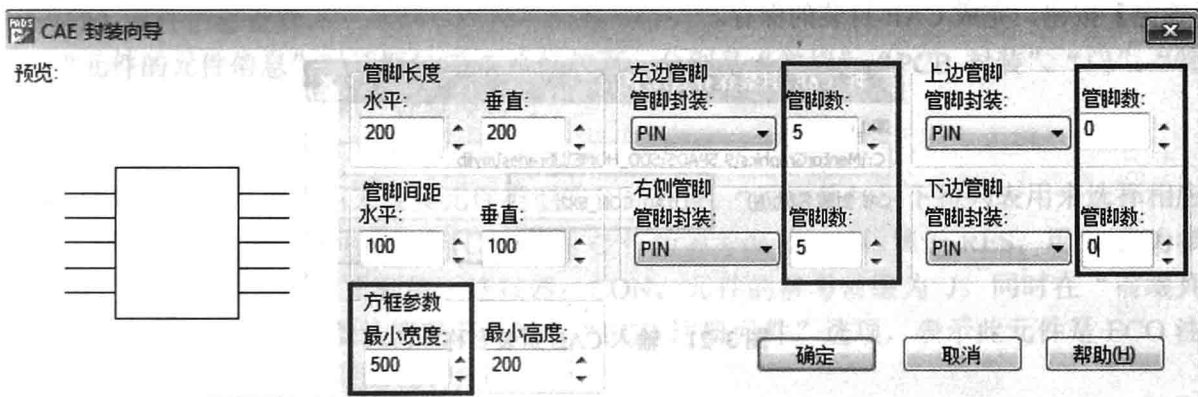

图 3-18 设置“CAE 封装向导”参数
(1) 设置“CAE 封装向导”参数, 如图 3-18 所示。